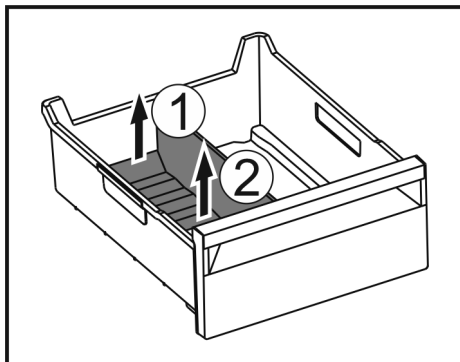

Fig. 126
- ▶ Повдигнете задната част на разделителя на отделението за лед. Fig. 126 (1)
- ▶ Извадете разделителя на отделението за лед нагоре. Fig. 126 (2)